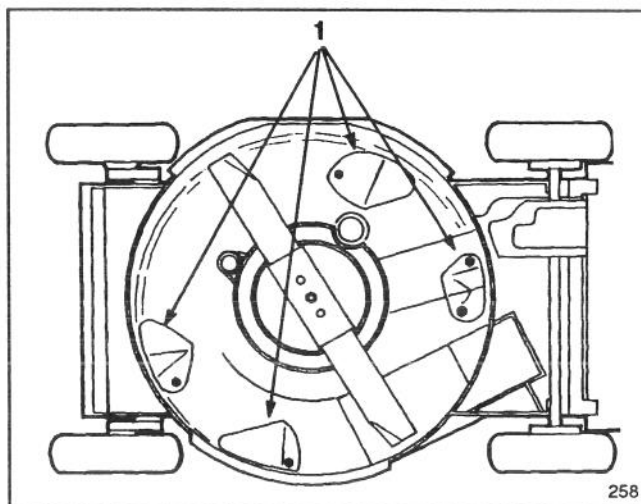

Figure 29
Maintenir le dessous de la tondeuse propre. Veiller particulièrement à ce que les plaques de déflexion soient exemptes de débris (Fig. 29).
2. Basculer la tondeuse sur son côté droit (Fig. 29). Éviter de faire tourner la lame ce qui pourrait créer des problèmes de démarrage.